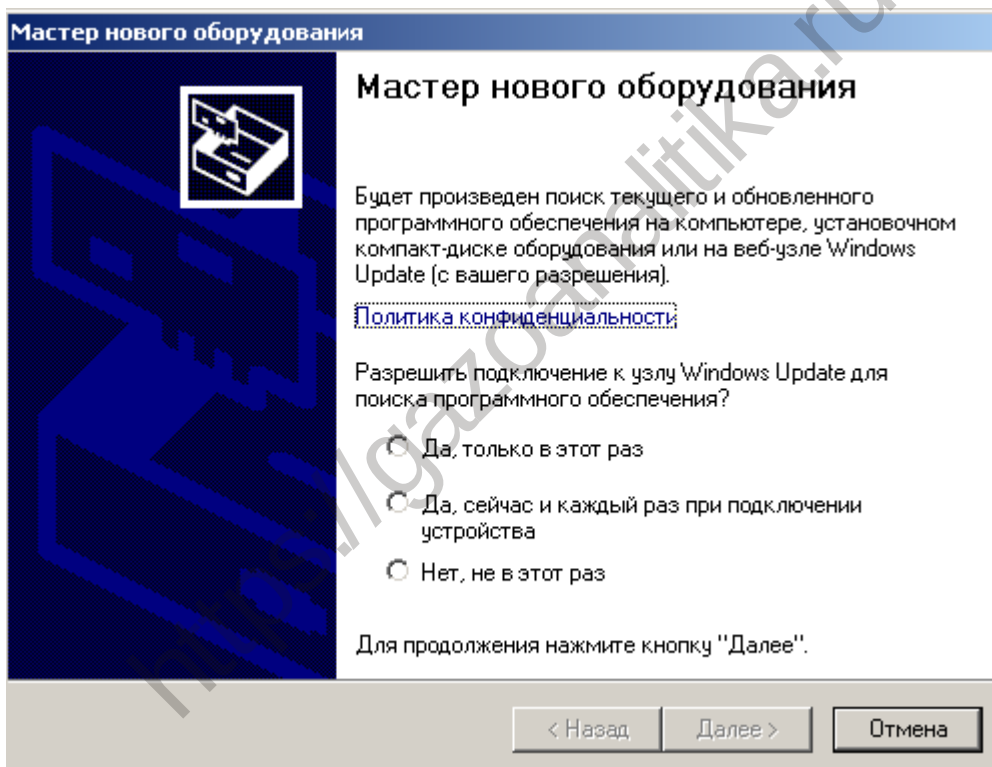

Рисунок 3.1 – Окно «Мастер нового оборудования»
1. Подключите газоанализатор к ПЭВМ. При первом подключении появляется окно «Мастер нового оборудования» (см. рисунок 3.1). Необходимо выбрать пункт «Нет, не в этот раз».
6. Далее снова появится окно «Мастер нового оборудования» (см. рисунок 3.1). Шаги установки драйверов необходимо повторить еще раз. После этого установка драйверов виртуального COM порта завершена.